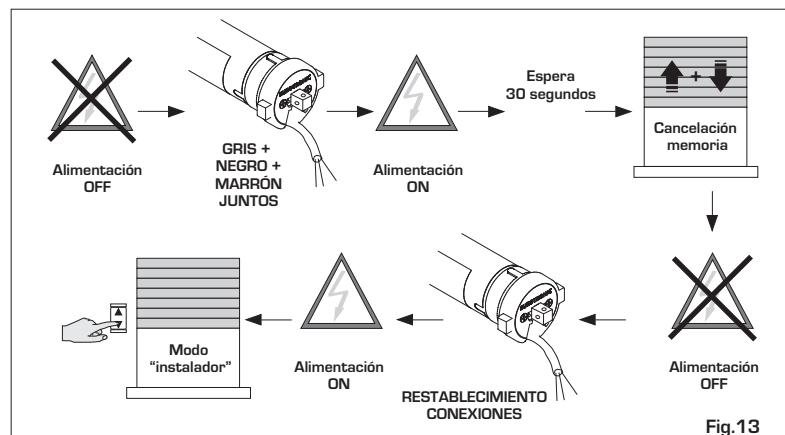

Fig. 13
- Restablezca las conexiones de los cables y vuelva a alimentar el motor. Al no tener una carrera válida en la memoria, el motor funcionará en el modo "instalador" (véase la Fig. 13).